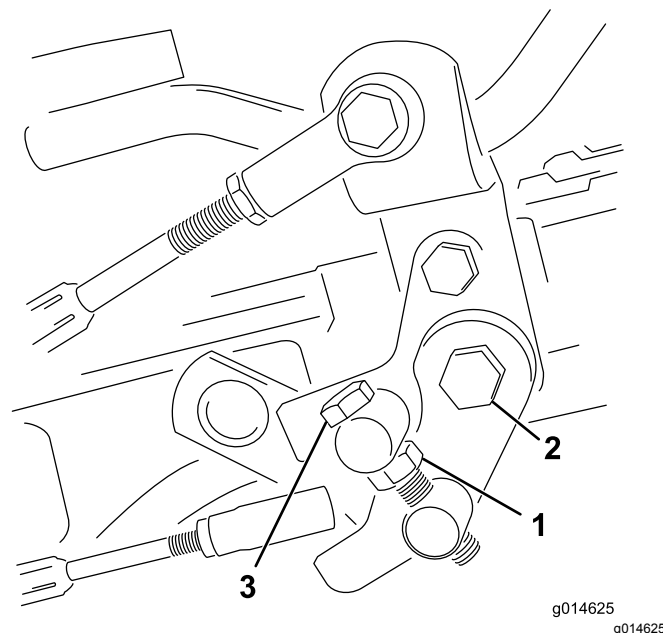

Figura 39
1. Liberte a porca de retenção do parafuso do eixo (Figura 39).
4. Aperte a porca de retenção no parafuso do eixo e a porca na articulação do pedal para bloquear o ajuste (Figura 39). Verifique o ajuste e ajuste se for necessário.